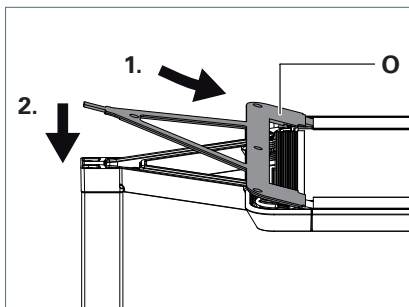

Fig. 9: Abdeckung montieren.
- ▶ Setzen Sie die Abdeckung **O** mit den drei Laschen an der Unterseite der Abdeckung in die Aussparungen am Leuchtenkopf und drücken Sie die Abdeckung fest, siehe Fig. 9.